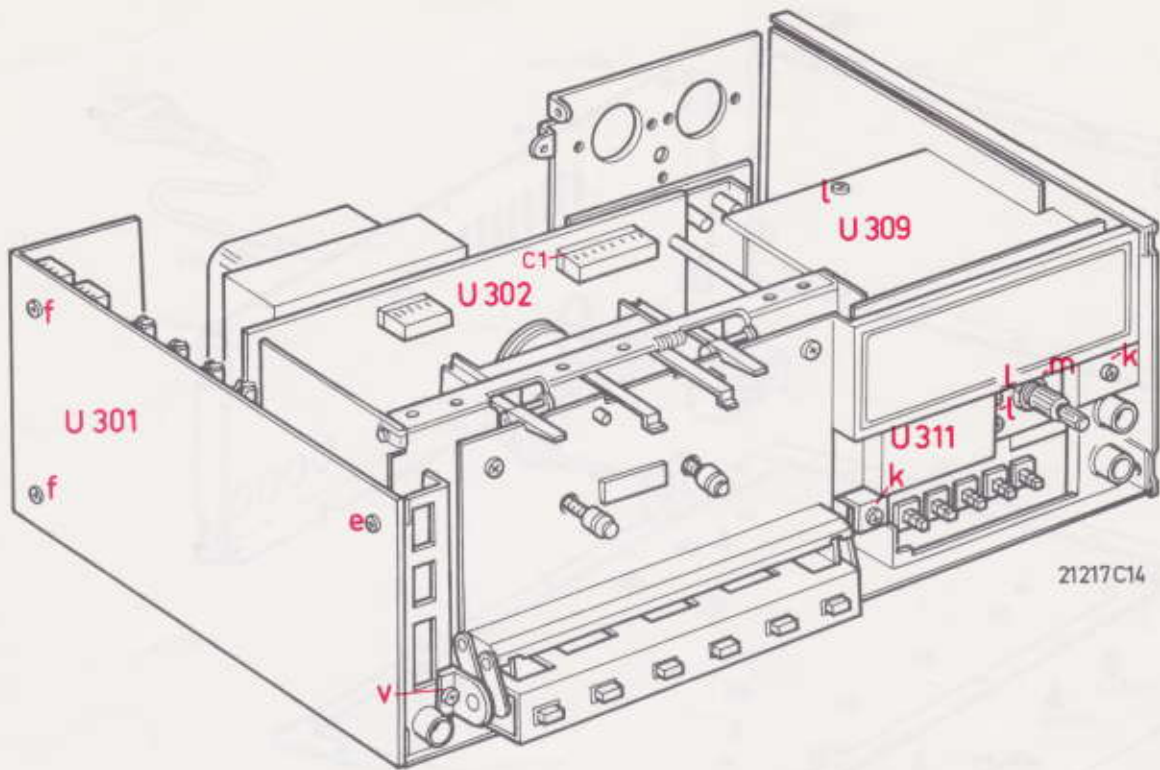

Fig. 8
- Verwijder 3 schroeven "e" (Fig. 7 en Fig. 8).
7. Meten aan FL-meterprint U309 (Fig. 8)
- Verwijder 2 schroeven "k" (Fig. 8).
- Plug C1 op print U302 loshalen (Fig. 8).
- Verwijder recorder volume print U313 met VR110 door 3 schroeven "l" en moer "m" los te draaien (Fig. 8).